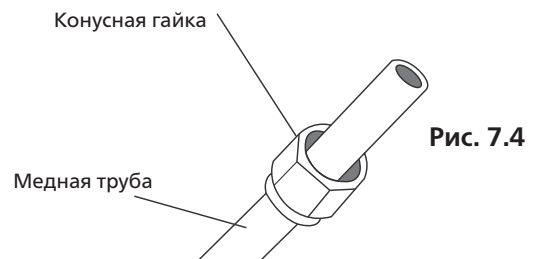

Рис. 7.4
3. Наденьте конусные гайки на оба конца трубы. Гайки должны быть ориентированы в правильном направлении, поскольку после развальцовки гайки нельзя будет надеть или изменить их ориентацию. (См. рис. 7.4.)